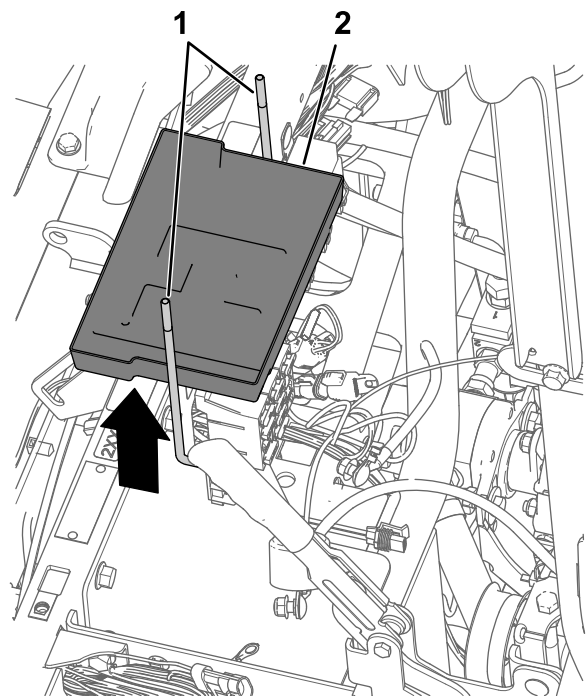

図 170
5. バッテリーブラケットから、Jボルト2本とバッテリートレイを取り出す 図 170。